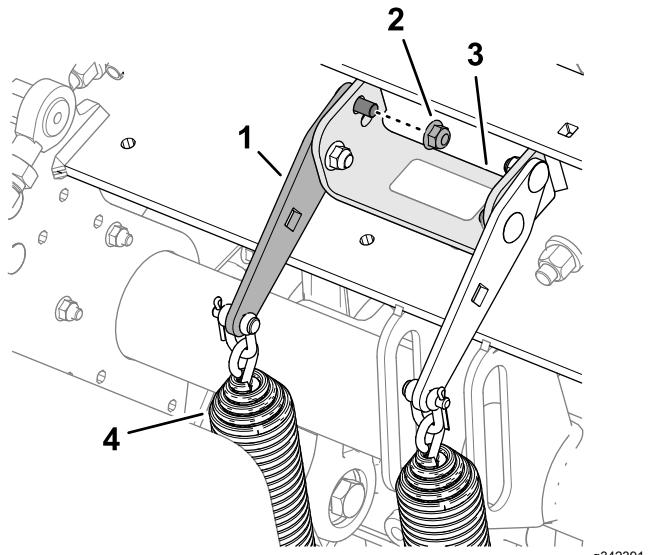

图 118
- 旋松将弹簧张力板固定至打孔头支撑托架的前凸缘锁紧螺母和托架螺栓图 118。